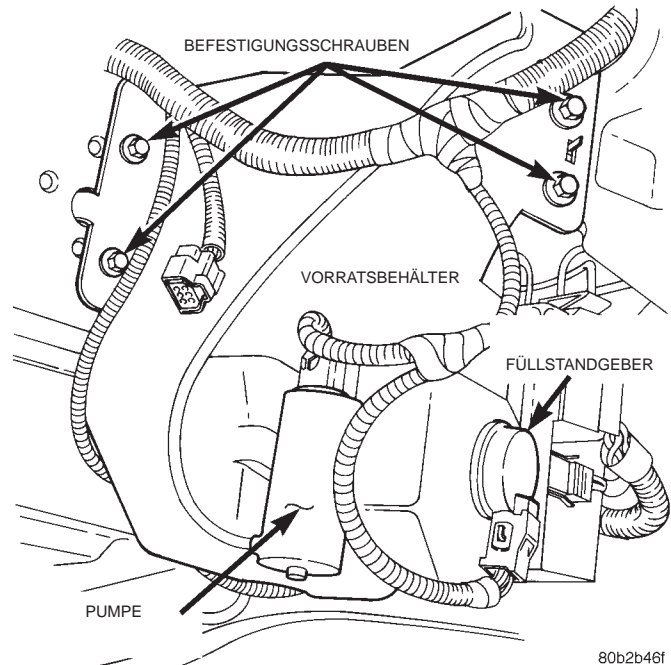

Abb. 2 Vorratsbehälter der Scheibenwaschanlage/Hauptscheinwerfer-Reinigungsanlage
- (9) Vorratsbehälter aus dem Fahrzeug nehmen.
- (10) Füllstandgeber, Hochdruckpumpe der Hauptscheinwerfer-Reinigungsanlage und Scheibenwaschpumpe am neuen Vorratsbehälter anbauen (Abb. 2).